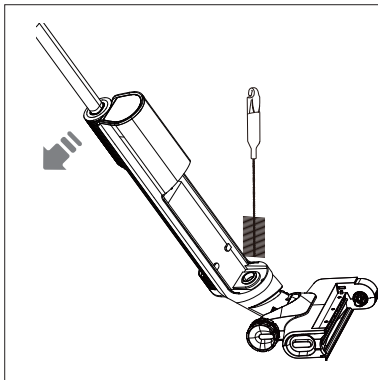

Fig. 19 – Limpieza del tubo
- ▶ Limpie el tubo de agua sucia hasta el pie de limpieza con el cepillo de limpieza suministrado (véase Fig. 19).